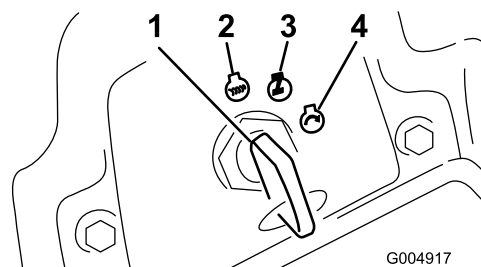

Рисунок 16
6. Поверните ключ в замке зажигания по часовой стрелке в положение Run («Работа») (Рисунок 16).
3. Поверните ключ в замке зажигания в положение «Выкл.» (Рисунок 16). Прежде чем покинуть рабочее место, дождитесь остановки всех движущихся частей.